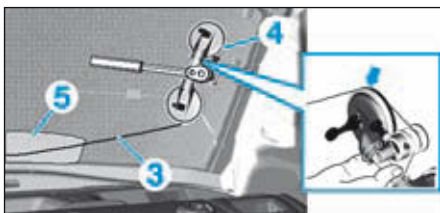

FIG.24
- Tendre le fil tranchant (3) à l'aide de l'enrouleur (4) et insérer une feuille protectrice (5) entre la glace et la partie supérieure de la planche de bord (Fig.24).